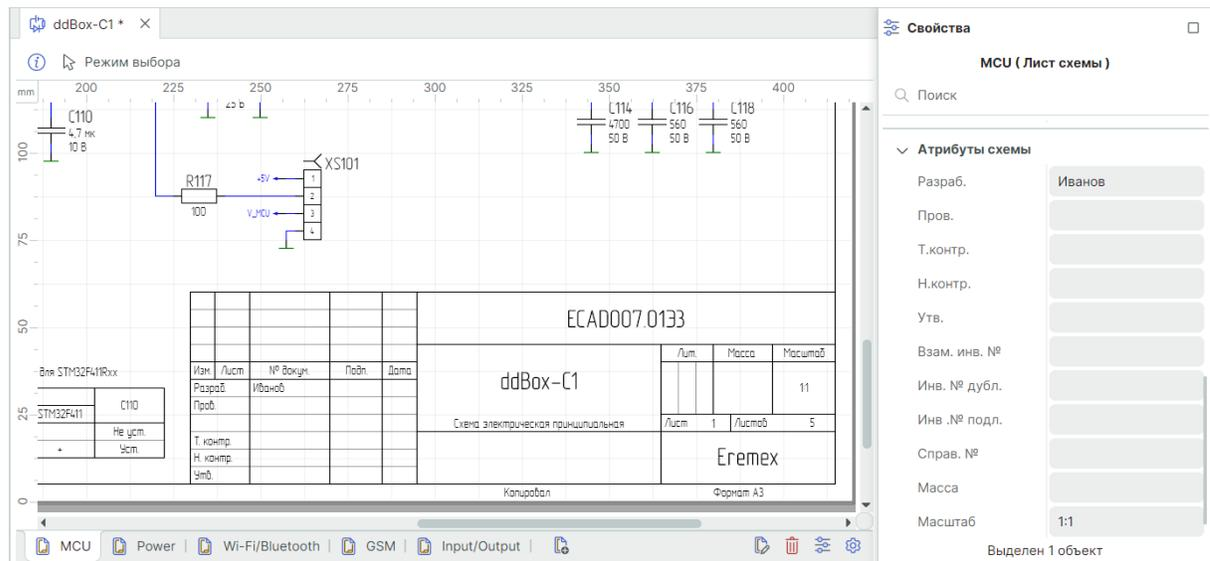

Рис. 37 Редактирование и заполнение штампа
2. Введите данные в необходимый для изменения пункт, см. Рис. 37.